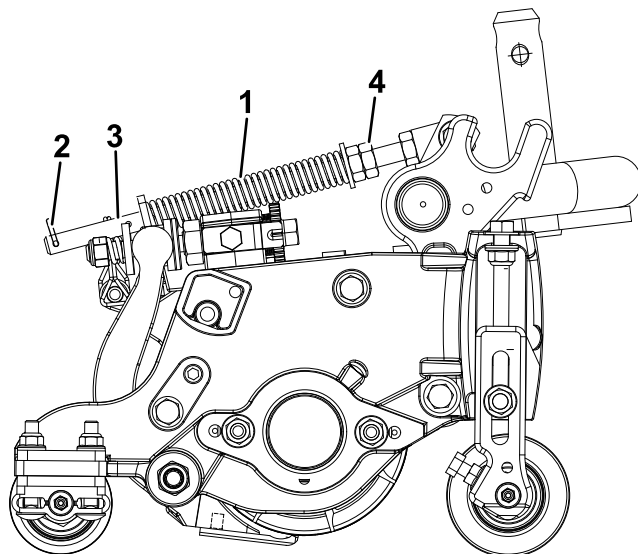

Figure 14
Le ressort de compensation (Figure 14) transfère aussi le poids du rouleau avant au rouleau arrière. Cela évite la formation d'ondulations à la surface de la pelouse.
6. Vérifiez que la goupille fendue est insérée dans le trou de la tige de ressort (Figure 14).
7. Serrez les écrous hexagonaux sur l'extrémité avant de la tige de ressort jusqu'à ce que la longueur du ressort comprimé (Figure 14) soit égale à 13 cm (5 po) sur les unités de coupe de 13 cm (5 po) et à 16 cm (6¼ po) sur les unités de coupe de 18 cm (7 po).